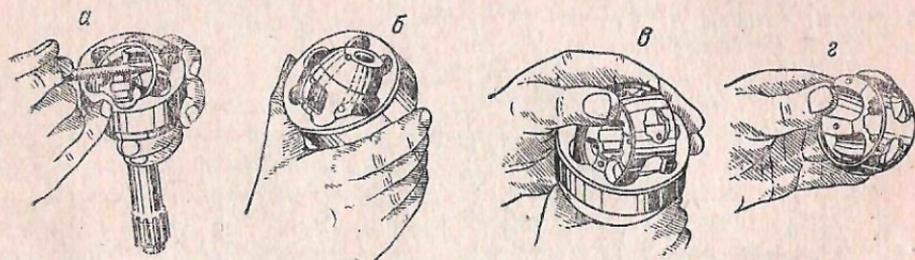

Рис. 65. Разборка карданного шарнира „Рцепп“
- 3) поворачивая сепаратор в разные стороны, вынуть шарики (рис. 65, а) из окон узкой отверткой;
4) повертывая сепаратор, вывести его пята из наружной обоймы шарнира (рис. 65, б) и вынуть ее;
5) повертывая сепаратор, ввести выступы наружной обоймы в его удлиненные окна (рис. 65, в) и вынуть сепаратор вместе с внутренней обоймой;
6) повернуть внутреннюю обойму в сепараторе до попадания ее двух выступов в удлиненные окна сепаратора, после чего сдвинуть обойму в стороны (рис. 65, г) и вынуть ее.